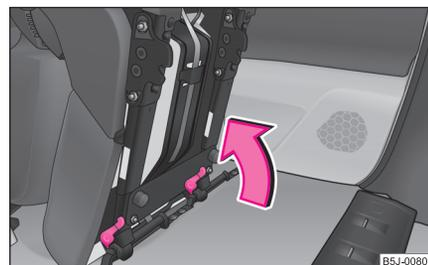

Fig. 56 Bloqueo del asiento
- Bloquear el asiento al final de la guía ⇒ fig. 56. ■
- Si el asiento está desmontado, póngalo primero sobre la guía y bloquee el asiento ⇒ página 63, fig. 56. Tire de él para asegurarse de que el asiento está correctamente bloqueado.